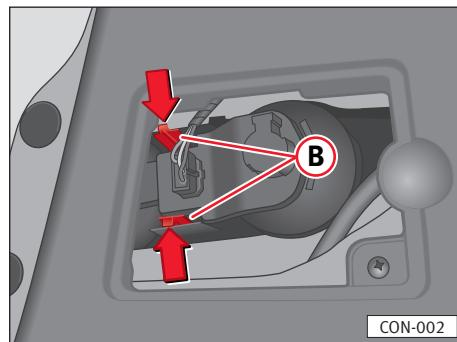

Fig. 158
- A continuación, presionar las lengüetas ⇒ fig. 158 B del portalámparas y extraer este último.